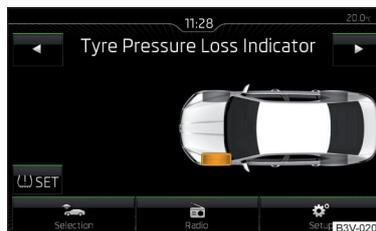

Abb. 269
- Die Funktionsfläche **(⚠) SET** antippen » Abb. 269.
Bei aufleuchtender Kontrollleuchte **⚠** im Kombi-Instrument kann im Infotainment der betroffene Reifen angezeigt werden » Abb. 269.